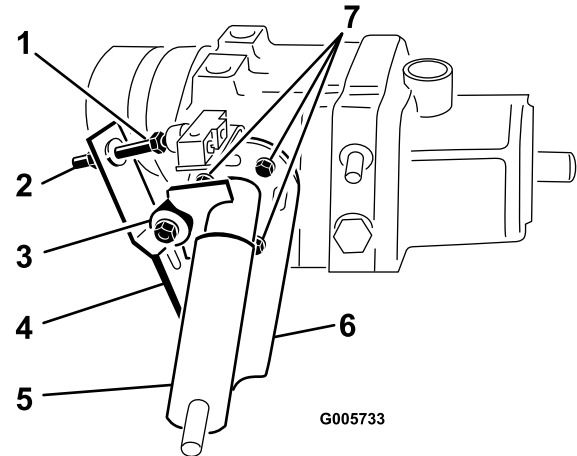

Bild 72
1. Stellen Sie die Maschine auf einer ebenen Fläche ab und stellen Sie den Motor ab. Aktivieren Sie die Feststellbremse, kippen Sie den Sitz nach vorne und betätigen Sie den Pumphebel (Bild 72), um sicherzustellen, dass die Pumpe richtig positioniert ist und ungehindert funktioniert. Korrigieren Sie etwaige Abweichungen.
Sie die Kopfschrauben und bewegen die Unterseite der Pumpenplatte ein wenig nach links (Bild 72). Wenn sich das Rad jedoch nach hinten dreht, bewegen Sie die Pumpenplatte nach rechts (Bild 72). Wenn sich das Rad nicht mehr dreht, ziehen Sie die Kopfschrauben an, mit denen die Pumpenplatte gegen die Seite des Getriebes gedrückt wird, Prüfen Sie die Einstellung mit dem Gasbedienungshebel auf Langsam und auf Schnell.
- Das Kugellager ist nicht ordnungsgemäß befestigt oder abgenutzt (Bild 72).
- Laubfedern sind zu schwach oder beschädigt (Bild 72). Tauschen Sie sie aus.
2. Betätigen Sie den Pumphebel (Bild 72), um sicherzustellen, dass alle Teile ordnungsgemäß funktionieren und richtig positioniert sind.
3. Lösen Sie dann die Klemmmutter. Drehen Sie die Einstellschraube für den Schalter (Bild 72) bis ein Abstand zwischen dem Schraubenkopf und der Schaltertaste besteht.